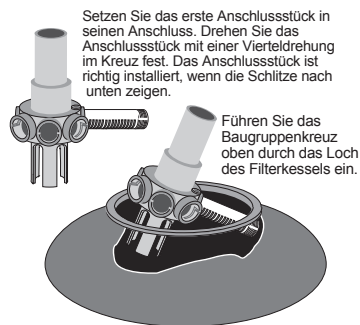

Abbildung 1
**Zusammenbau:** Informationen zum Zusammenbau der Filterelementen, siehe Abbildung 1 bis 3.